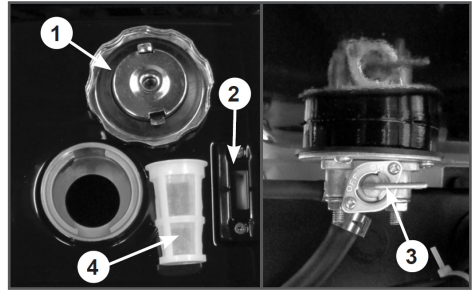

Рис. 8 Основные элементы топливного бака
После заправки топливного бака убедитесь в том, что крышка заливной горловины закрыта должным образом. Основные элементы топливного бака показаны на Рис. 8.
1. Откройте топливный кран (Рис. 8 п. 3).
3. Переведите рычаг топливного крана (Рис.8 п.3) в вертикальное положение (открыто).